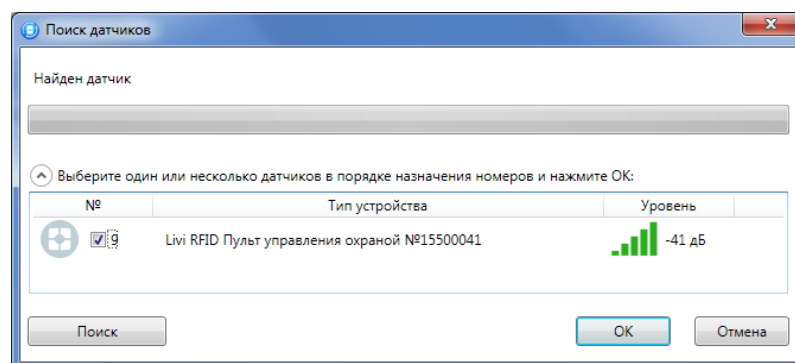

Рисунок 4.34 — Поиск радиоустройства
- В следующем окне (см. рисунок 4.34) будет отображен список устройств, доступных для связывания в радиусе действия радиоканала. Если подключаемого устройства нет в списке, то его следует повторно перевести в режим связывания (любое устройство серии Livi находится в режиме связывания ровно 60 секунд).